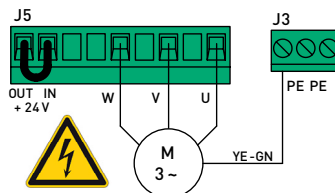

Рисунок 5. Подключение электродвигателя
J5	Разъем подключения электродвигателя гидравлического агрегата (рис. 5) и датчика безопасности СТОП (NC) . ВНИМАНИЕ! При размыкании перемычки +24 V на разъеме J5 отключается управляющее напряжение 24 В постоянного тока и блок управления не работает. Для работы блока управления контакты OUT+24 V и IN+24 V должны быть замкнуты (NC).